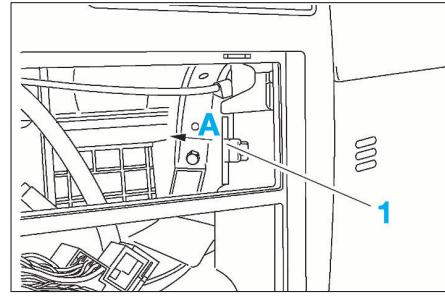

FIG. 27
- Dégrafez le support (1) de la sonde et le dégager dans le sens de la flèche (A) (Fig.27).